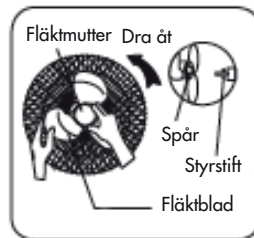

Fig. 2
2. Sätt fläkthjulet på axeln och skruva fast fläktmuttern väl. TIPS: Se till motoraxelns stift går in i spåret på fläkthjulet. (Fig. 2)